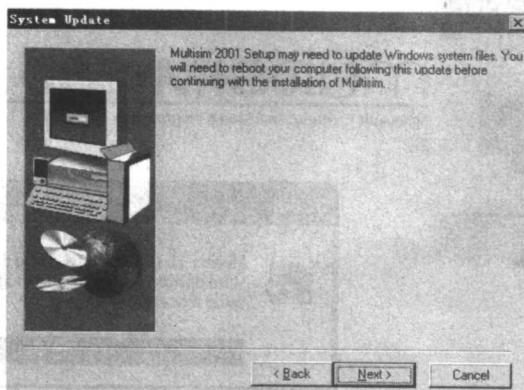

图 1-4 Multisim 2001 安装程序提示
(4) 在继续安装 Multisim 之前需升级 Windows 系统文件，在图 1-4 所示的对话框中点击 Next 按钮，则自动更新系统文件。